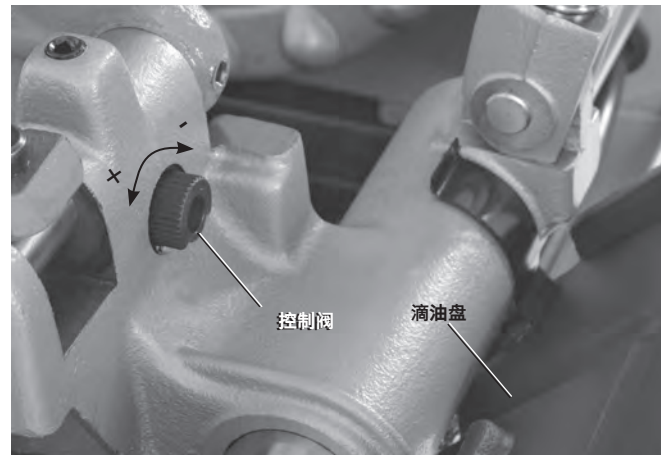

图 5 - 调节油流量
11. 请检查里奇螺纹切割油的液位。取下切屑盘和油盘内衬，确认过滤器滤网完全浸在油中。参阅“油润系统维护”一节如果机器配有滴油盘，请正确放置，引导油从牙模头滴入切屑盘（见图 5）。
- 将牙模头放在使用位置。踩下并踩住脚踏开关。检查润滑油是否流经牙模头。将脚从脚踏开关上移开。油流量可通过托架上的控制阀调节（图 5）。顺时针旋转减少流量，逆时针增加流量。机器运行时切勿调整。